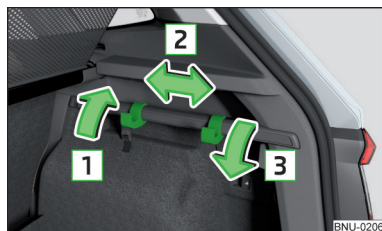

Fig. 140
- Plegar el gancho en la dirección de la flecha **1** hacia arriba y moverlo en la posición deseada en el sentido de la flecha **2** » fig. 140.